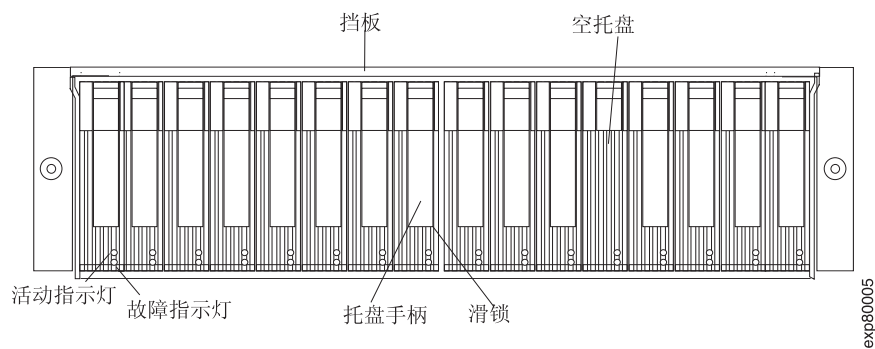

图 79. 热插拔 E-DDM 指示灯
2. 检查第 123 页的图 79 中显示的“故障”指示灯。如果有任何淡黄色指示灯点亮，请参阅第 145 页的『解决问题』。